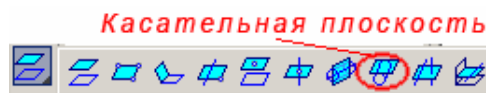

Рисунок 7.4 – Вибір в Інструментальній панелі команди Дотична площина
- Виберіть в Інструментальній панелі **Допоміжна геометрія** команду – **Дотична площина** (рис. 7.4).